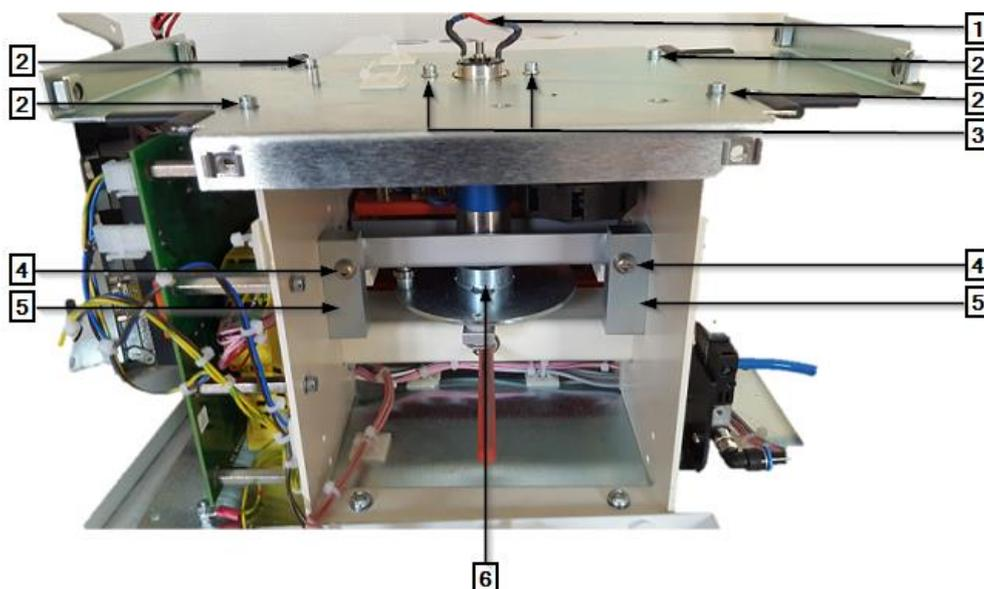

Fig. 78 : Módulo motriz sin cubiertas (vista posterior)
- ➔ Desbloquee las abrazaderas entre el procesador y el condensador. Para la siguiente descripción, véase la Fig. 78 : Módulo motriz sin cubiertas (vista posterior) en la página 111.
- ➔ Compruebe que la separación de la mordaza de la cámara de calentamiento sea paralela a la posición de **carga** de la cámara de calentamiento. En caso necesario, ajuste los tornillos de posicionamiento del motor (2).
- ➔ Apriete con firmeza los tornillos de posicionamiento del motor M6x40 (2) y las tuercas de seguridad de la base (1) del módulo motriz.
- ➔ Coloque y apriete los tornillos de fijación del soporte del motor. Véase la Fig. 78 :Módulo motriz sin cubiertas (vista posterior) en la página 111.